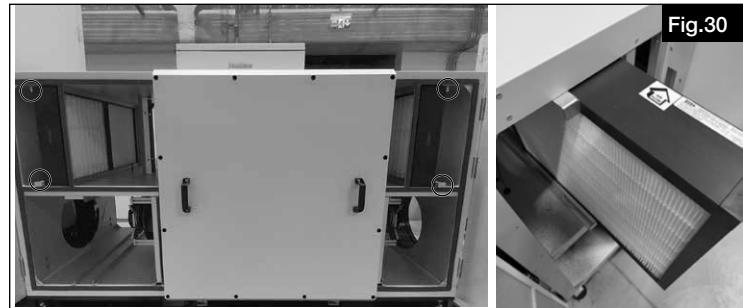

Fig.30
2. Tirer sur le verrou pour débloquer les filtres (voir Fig.30). Retirer les filtres.